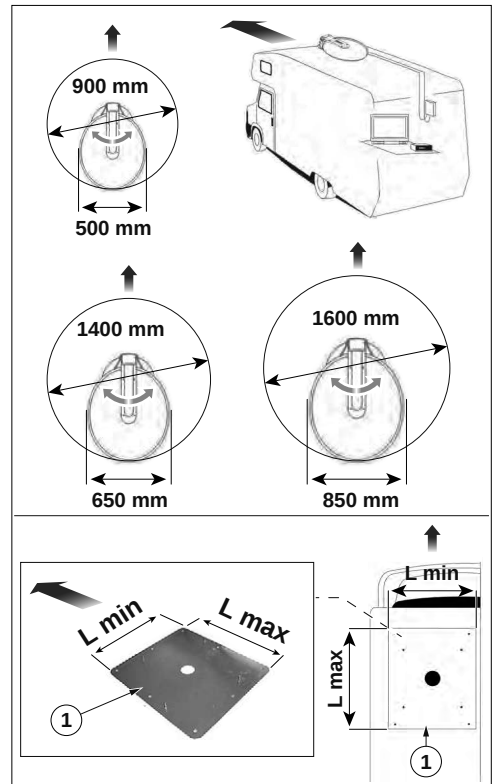

Fig. 7
1. Verwijder indien aanwezig de transparante folie (1) van de bevestigingsplaat.
2. Maak de onderkant van de bevestigingsplaat goed schoon en breng op het hele oppervlak een laag siliconenlijm (2) aan (bijv. Sikaflex).
3. Bevestig de bevestigingsplaat op het dak van het voertuig en houd de installatiemogelijkheden die hiervoor getoond zijn aan ("Fig. 7").